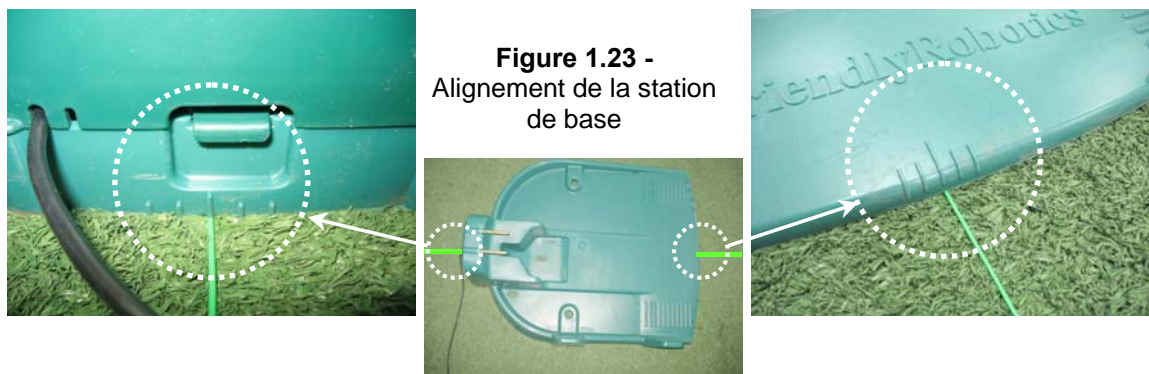

Figure 1.23 -
- Alignez la station de recharge sur le câble périphérique de manière à ce que le câble soit aligné avec les deux lignes centrales marquées à l'avant et à l'arrière de la station de recharge, comme indiqué dans la figure 1.23. Ne calez pas encore la station de recharge, vous allez devoir vérifier d'abord sa position finale.